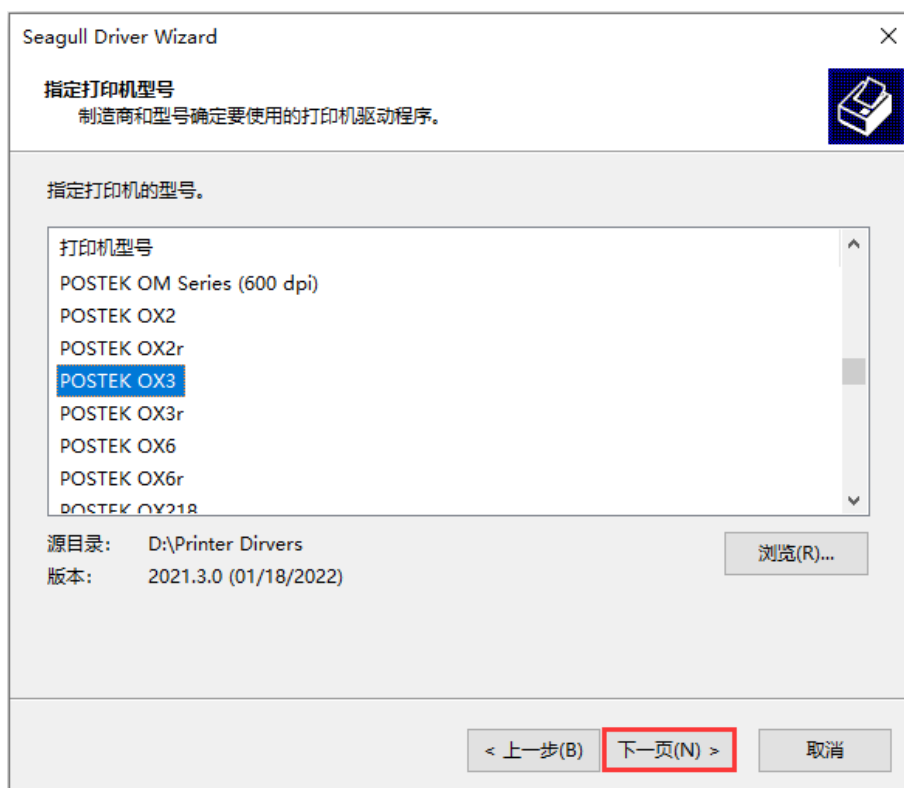

图 2-49 指定打印机型号界面
4. 在“指定打印机型号”界面中, 选择相应打印机型号 (以 POSTEK OX3 为例), 点击“下一页(N)”, 如图 2-49 所示;